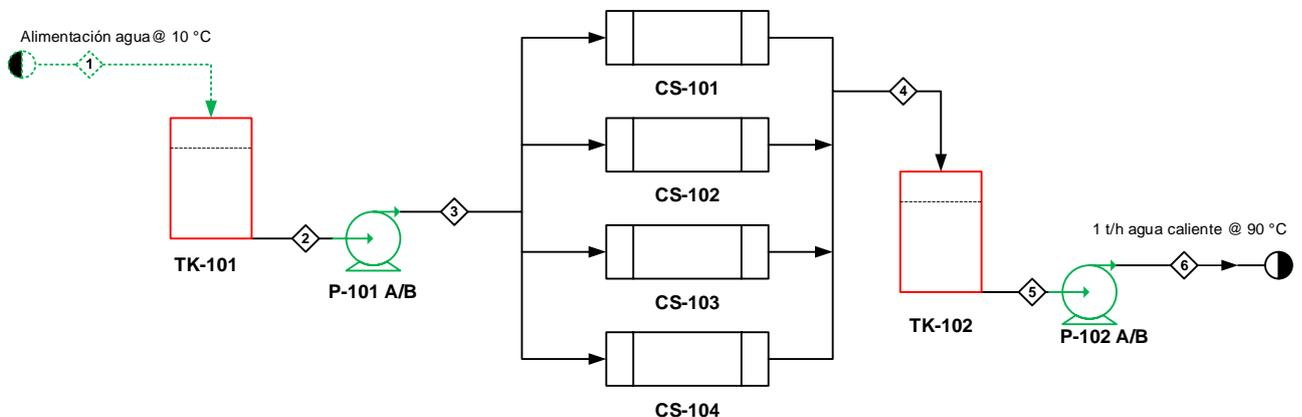

Figura 4: Sistema de calentamiento de agua con energía solar
8. En la Figura 4 se muestra un diagrama de flujo para producir agua caliente utilizando sistema de colectores solares. El sistema debe ser diseñado para que entregue un caudal continuo de 1 t/h de agua a la temperatura de 90 °C durante 6000 h/año. El caudal máximo de agua es 0,5 t/h a 10 °C. Los parámetros para estudio y diseño del sistema son: